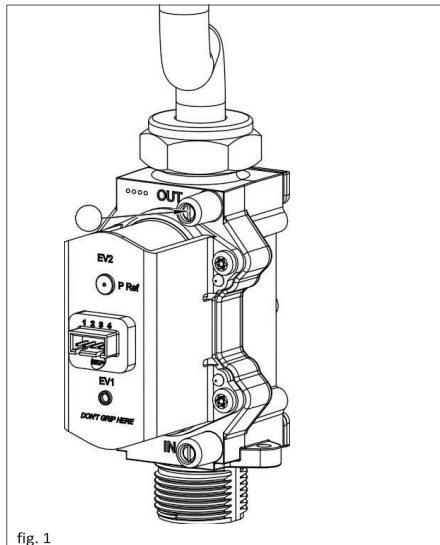

fig. 1
introduzca un manómetro digital en el punto de presión de salida de gas 'B' (fig. 1), después de haber desenroscado completamente el tornillo de la parte interior.
- introduzca un manómetro digital en el punto de presión de salida de gas 'B' (fig. 1), después de haber desenroscado completamente el tornillo de la parte interior.